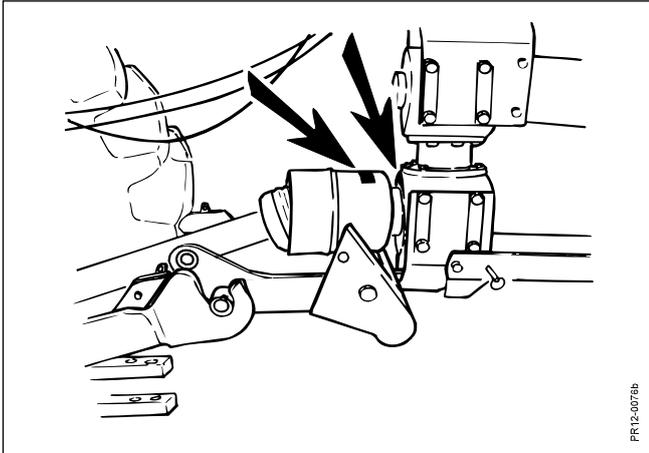

Fig. 2-12
Fig. 2-12 La macchina è contrassegnata in modo tale da indicare chiaramente il sistema di ingranaggi effettivo sulla parte anteriore della trasmissione girevole e della protezione dell'albero PIC (vedi l'adesivo sulla macchina a pag. 13, pos. 12). Se, per qualsiasi motivo, questo adesivo mancasse, il sistema di ingranaggi dovrebbe essere ricontrollato.